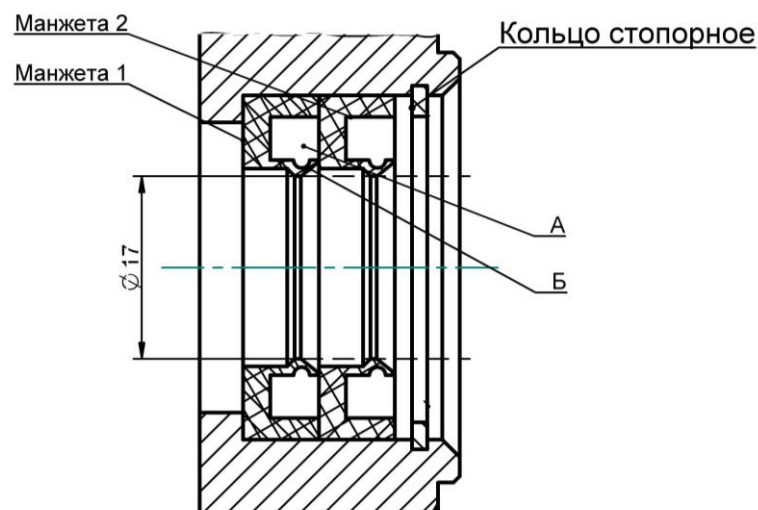

Рис. 8 - Схема установки манжет.
8. Снять кольцо стопорное и снять 2 манжеты (рис. 8).
- Установить манжету 1(Рис.8)